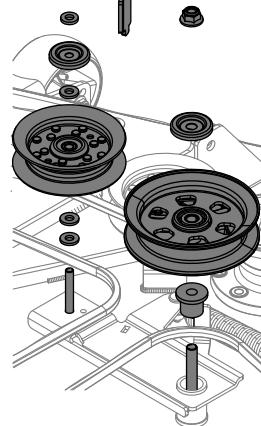

Figura 55
- Extraiga las dos poleas locas quitando las tuercas de seguridad con reborde que están arriba de los conjuntos, y luego quitando los conjuntos del brazo secundario libre. Consulte la Figura 55.